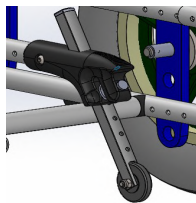

fig. 4.1
Le ruote possono considerarsi in presa (fig. 4.1) se si trovano ad una distanza compresa tra 25mm e 40mm dal pavimento; se posizionate troppo in alto non riducono il rischio di ribaltamento, se troppo in basso possono urtare contro eventuali ostacoli.
- verso il basso funzionamento in presa come fig. 4.1.